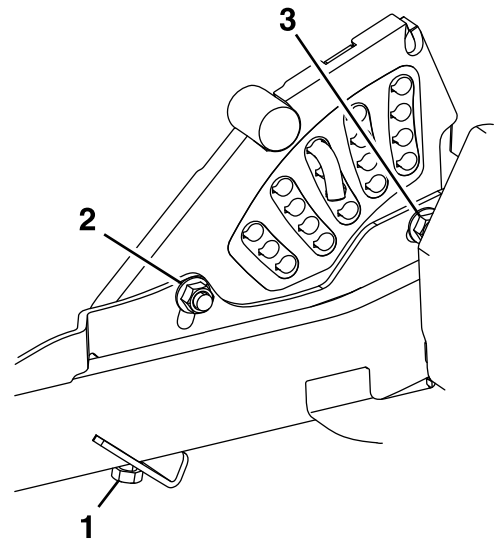

Figura 86
13. Si las 4 tuercas de ajuste de la carcasa no permiten lograr una altura de corte exacta con la inclinación necesaria, puede ajustar el sistema de ajuste de un solo punto (Figura 86).
14. Para ajustar el sistema de un solo punto, primero afloje los pernos de montaje delantero y trasero de la placa de altura de corte (Figura 86).
- Apriete los 2 pernos en el borde inferior de la pletina de altura de corte (Figura 86).